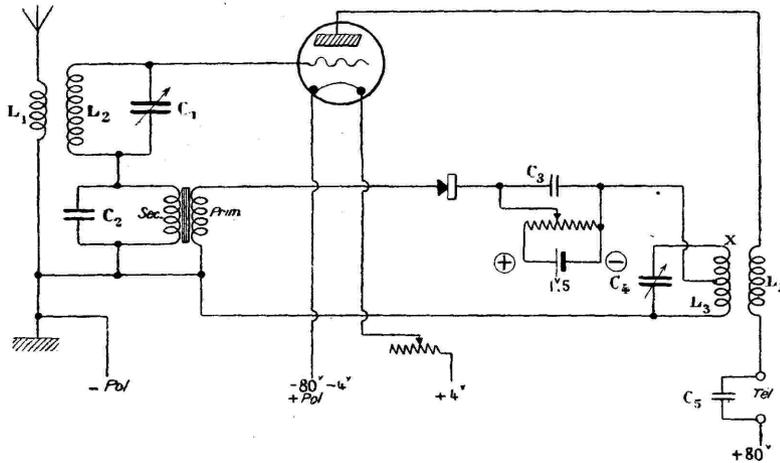
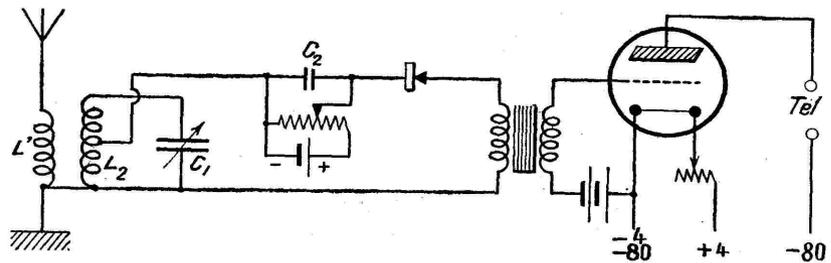
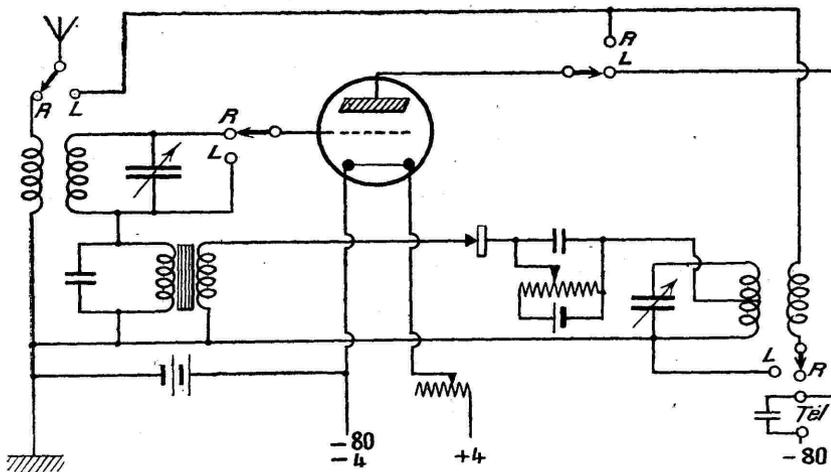
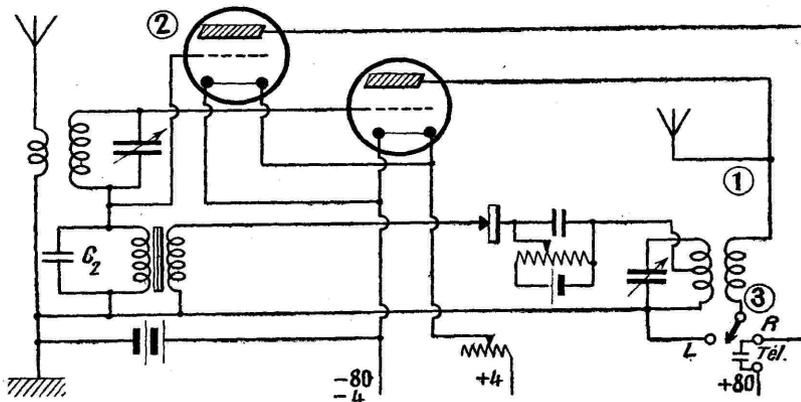

Fig. 1. — Poste reflex à cristal et une lampe.
Fig. 2. — Poste local à cristal et une basse fréquence.
Fig. 3. — Réflex et ocal combinés, avec commutateur à quatre lames (R = reflex, L = ocal).
Fig. 4. — Reflex et local combinés, schéma simplifié.
Or, prenons le cas du reflex (fig. 1) qui doit se transformer en poste local (fig. 2). Il est évident qu'on pourrait effectuer ce changement en employant un commutateur à quatre lames, dont chacune à deux contacts
La figure 4 est composée de la figure 1 avec trois additions. En premier lieu, nous avons ajouté une borne d'antenne (1). En deuxième lieu (2), un support de lampe en parallèle à celui qui existait déjà quant au filament, mais avec des différences quant aux connexions de grille et de plaque. Et nous avons aussi (3), un commutateur, mais à une seule lame, qui ne confond donc pas de circuits différents.
selon le schéma de la figure 3, à condition que nous puissions tolérer trois petites modifications à la figure 1 : soit une connexion entre le primaire et le secondaire du trans-
quant la lampe dans le support ajouté et en mettant le commutateur dans la position « L », nous transformons le schéma de la figure 1 en celui de la figure 2 (y compris les trois petites modifications dont nous avons parlé plus haut en examinant le schéma de la figure 3).